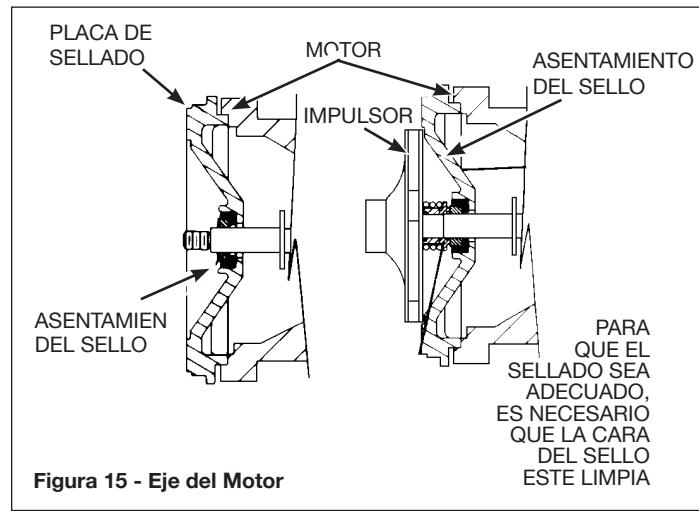

Figura 15 - Eje del Motor
18. Empuje el lado del fuelle del sello del eje sobre el cubo del impulsor; puede usar un poco de agua o jabón lavaplatos para lubricar el cubo del impulsor para facilitar el ensamble. (Figura 15) Asegúrese de que después del ensamble las superficies traseras de carbón y cerámica blanca estén en contacto.
22. Usando los (4) tornillos de sombrerete, vuelva a colocar la carcasa de la bomba y la base al cuerpo de la bomba. Apriete los tornillos a  $140 \pm 40$  pulgada libras.